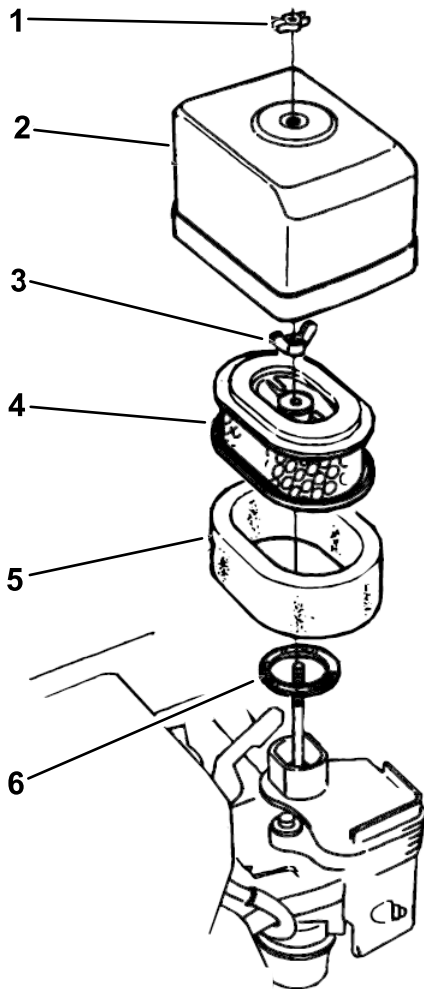

Figure 19
2. Retirez l'écrou à oreilles qui fixe le couvercle au filtre à air, et déposez le couvercle. Nettoyez soigneusement le couvercle (Figure 19).
3. Retirez l'écrou à oreilles du filtre à air et déposez le filtre (Figure 19).
4. Déposez l'élément en mousse de l'élément en papier (Figure 19).